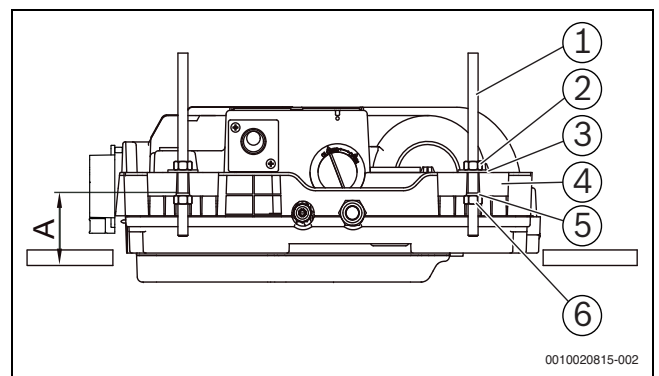

Рис. 10
- Отрегулируйте положение гайки 2 так, чтобы расстояние между верхней поверхностью шайбы 2 и основанием потолка составляло: A = 70 мм для прототипов 18–36, A = 75 мм для прототипов 45–71 (→ рис. 10).
Обозначения на рис. 10 и 11: